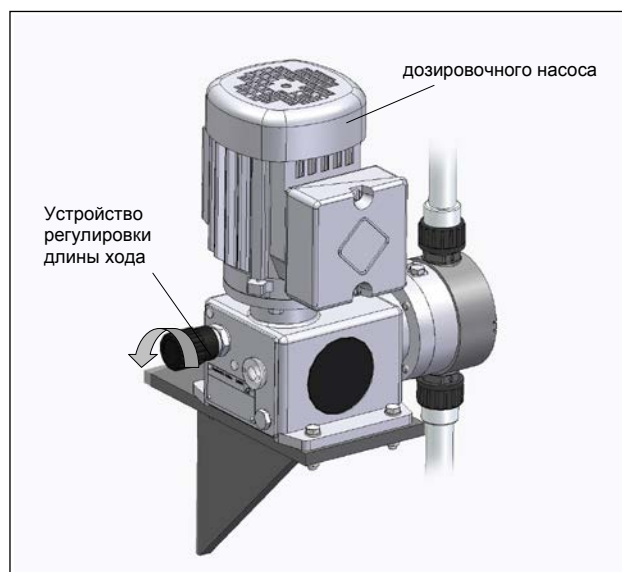

Рис. 14
- Включить насос / установку; медленно повышать транспортируемый насосом поток путем регулировки частоты и длины хода насоса до максимума (см. рис. 14).